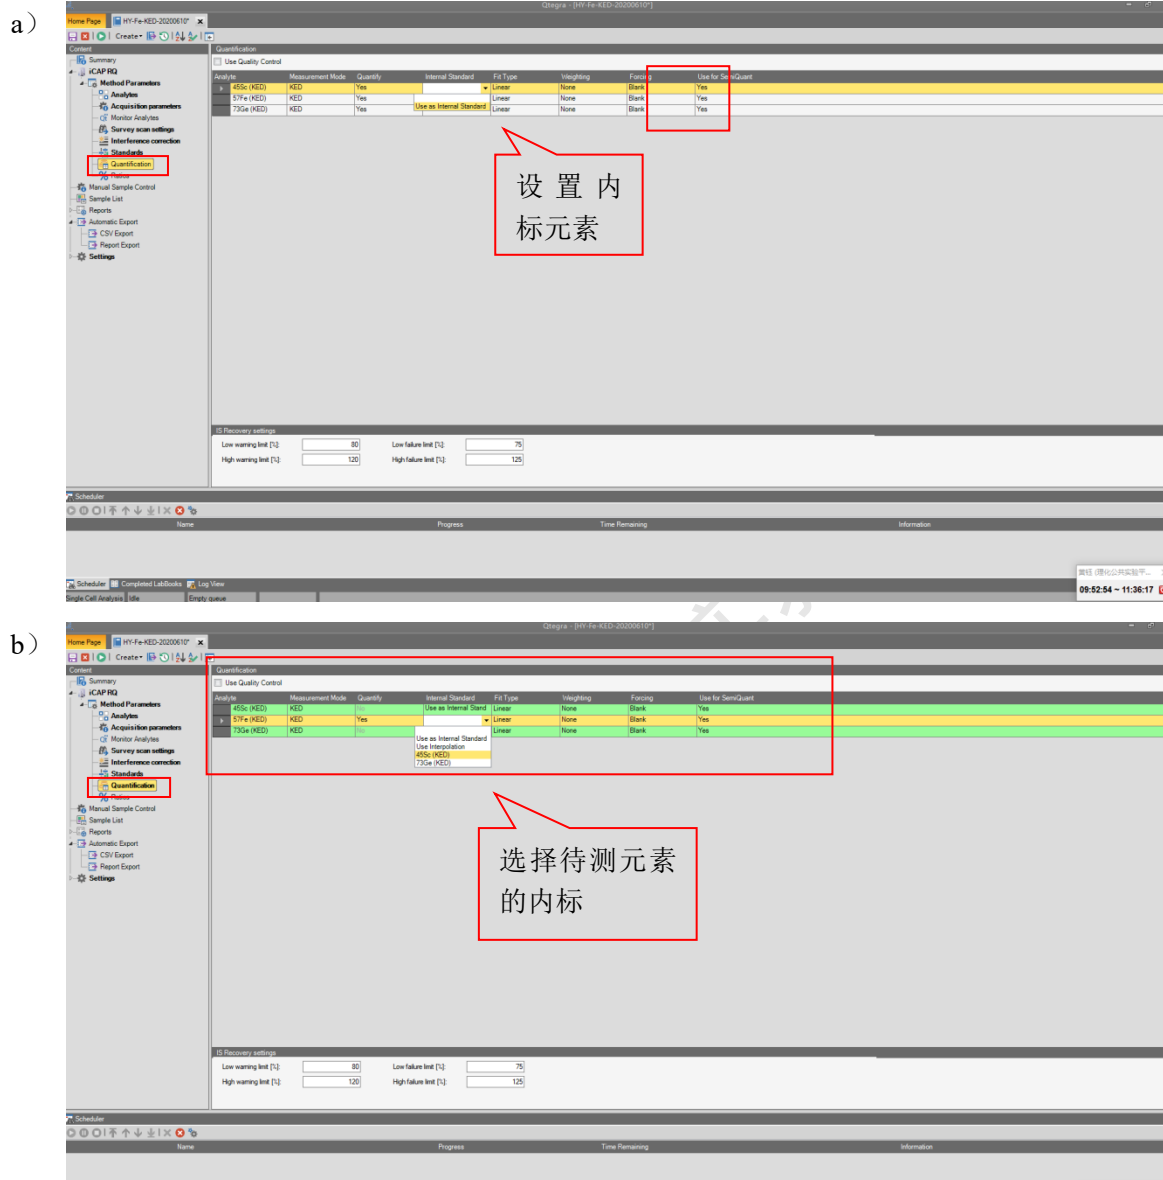

图6-11 编辑Quantification
f) Quantification: 设置定量参数。如图6-11 (a) 在Internal Standard选项中, 将内标元素设置为Internal Standard。如图6-11 (b), 选择待测元素的内标, 如待测元素 ^{57}Fe (KED) 选择 ^{45}Sc (KED) 作为内标。